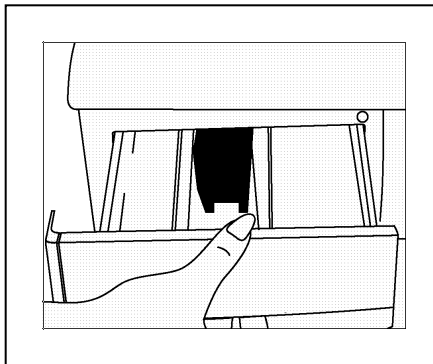

ABBILDUNG 1
- Ziehen Sie das Waschmittelfach heraus (ABBILDUNG 1).